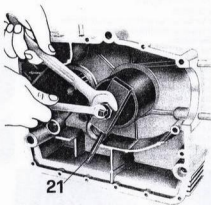

Abb. 19
- der Außenring des Lagers für die Kurbelwelle, mittels des entsprechenden Werkzeugs Nr. 25907000 (21 aus Abb. 19);